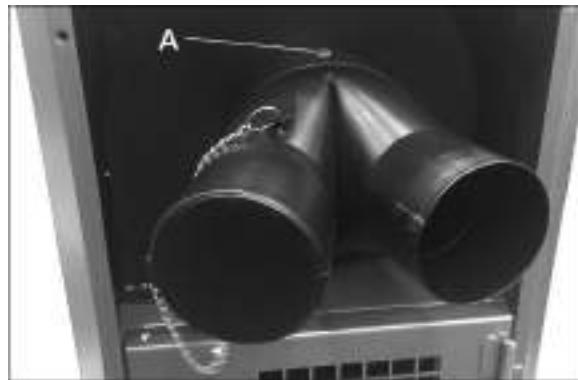

Рис. 3
2. Вставьте переходник в гнездо для сбора пыли и закрепите винтом (A, рисунок 3).